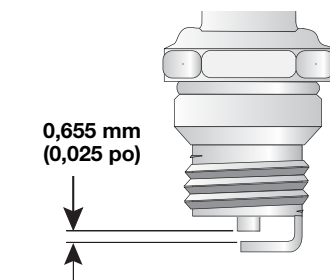

Fig. 42
4. Remplacez toute bougie fendillée, encrassée ou sale. Réglez l'écartement à 0,655 mm (0,025 po) à l'aide d'une jauge d'épaisseur (Fig. 42).